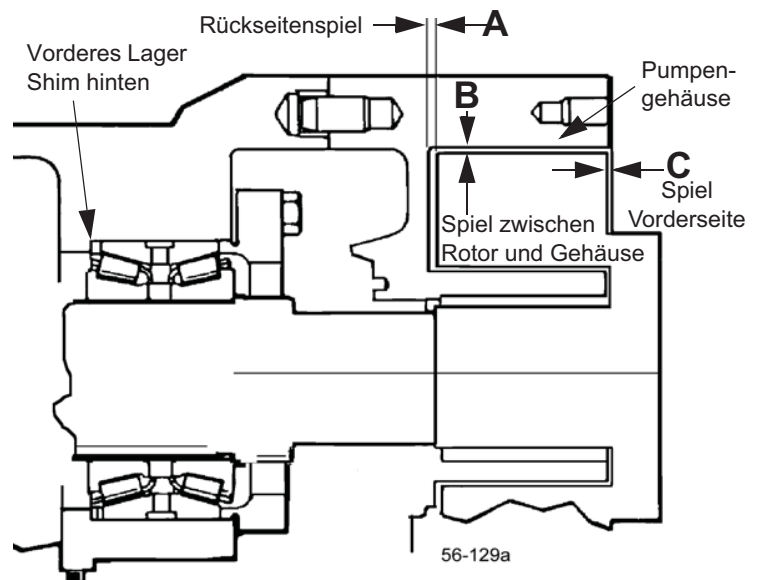

Abbildung 38 - Spielmessungen
2. Messen Sie das Rotorrückseitenspiel (Abbildung 38, Pos. A) mit einer Fühllehre durch den Anschluss oder von vorne.
3. Messen Sie das Rotorvorderseitenspiel (Abbildung 38, Pos. C).
4. Messen Sie das Spiel zwischen Rotor und Gehäuse (Abbildung 38, Pos. B).